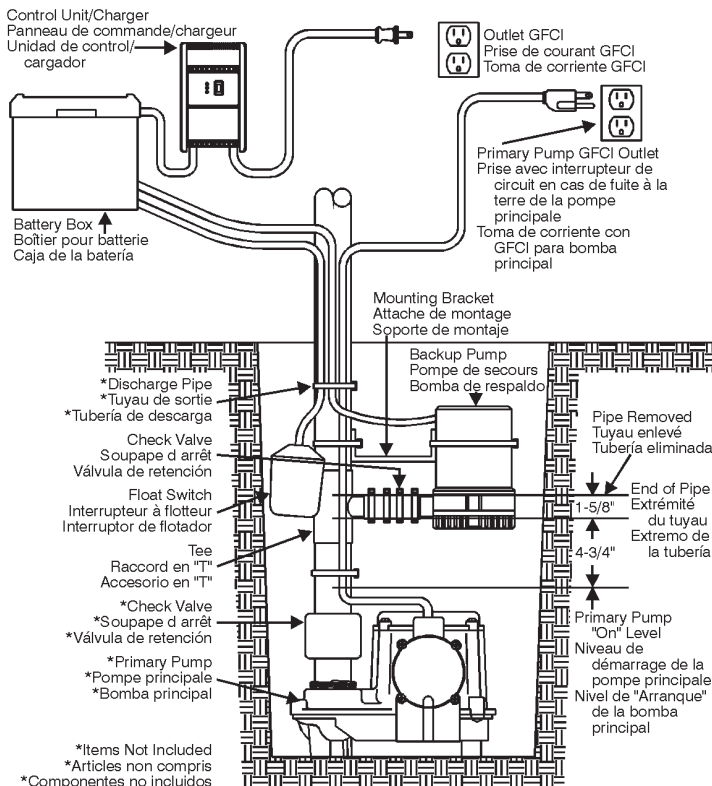

Figure 1
3. The back-up pump installation is shown in Figure 1. This is the preferred method in which the back-up pump discharge is tied to the primary pump discharge.
8. Install pump mounting bracket between pump and discharge pipe using ty-raps (Figure 1).
- La Figure 1 illustre l'installation de la pompe de secours. La méthode illustrée, où le tuyau de sortie de la pompe de secours est attaché au tuyau de sortie de la pompe principale est préférable.
- Installer l'attache de montage de la pompe entre la pompe et le tuyau de sortie à l'aide des attaches de plastique ty-raps (Figure 1).
3. La instalación de la bomba de respaldo se muestra en la Fig. 1. Este es el método preferido de instalación en el cual la descarga de la bomba de respaldo se conecta a la descarga de la bomba principal.
8. Instale el soporte de montaje de la bomba entre la bomba y la tubería de descarga usando las ataduras "ty-rap" según se muestra en la Fig. 1.
9. Instale el soporte de montaje de la bomba entre la bomba y la tubería de descarga usando las ataduras "ty-rap" según se muestra en la Fig. 1.